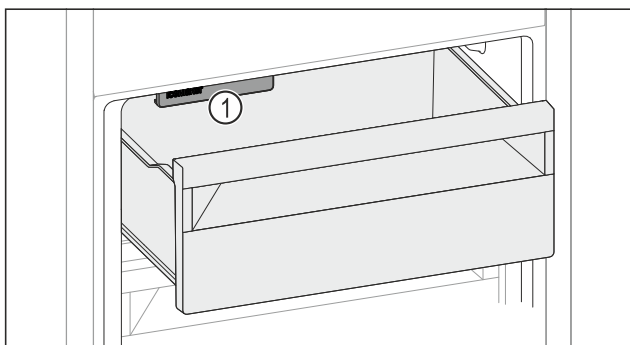

Fig. 222
- ▶ Dávejte pozor na IceMaker Fig. 222 [1].